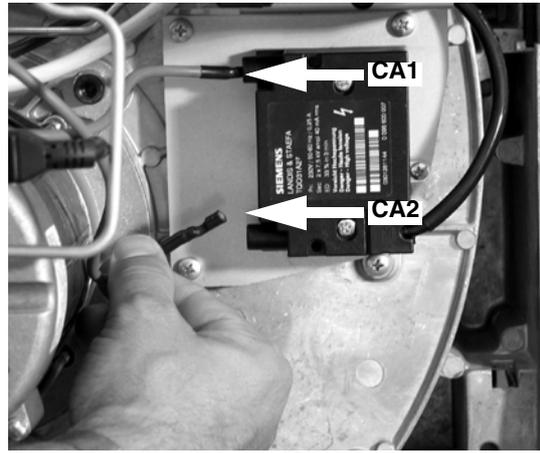

Fig. 40
- Sfilare i cavi di accensione **CA1** e **CA2** dal trasformatore **TA** (Fig. 40).